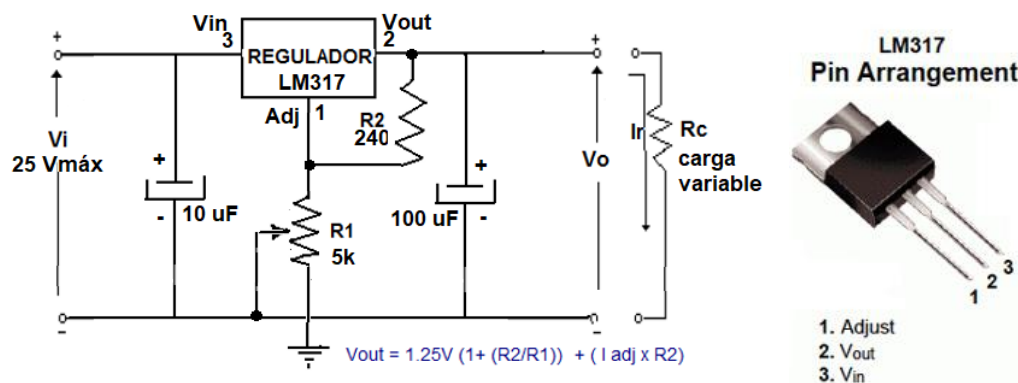

Figura 10. Regulador Variable LM317. Vin máx= 25Vdc
1. Construya el circuito de la figura 10. (Idem metodología del punto B, utilice el Simulador) Regulador de Tensión variable que utiliza el componente LM317. Incorpore instrumentos de medición
- Verificar la fórmula para Vout indicada en la figura 10. (Presente los resultados en una tabla o cuadro de valores).